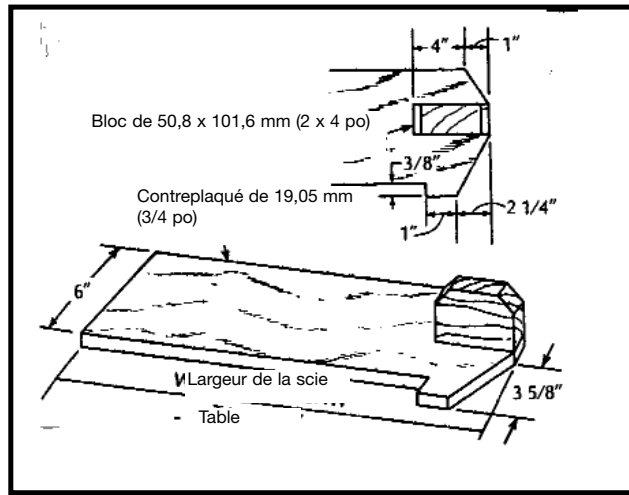

Fig. 43
3. Il peut être dangereux de scier des pièces étroites en long si cette opération n'est pas réalisée avec prudence. Les pièces étroites ne peuvent généralement pas être coupées lorsque le pare-main est en place. Si l'ouvrage est assez petit, utiliser un poussoir. Pour scier en long des pièces de moins de 5 cm (2 po) de largeur, un poussoir plat peut être un accessoire très utile étant donné que des bâtons ordinaires peuvent interférer avec le pare-main de la lame. En cas d'utilisation d'un poussoir, il faut ajouter la largeur du poussoir à la largeur du guide longitudinal pour le réglage de la position. Un poussoir plat peut être construit comme le montre la Fig. 43 et doit être utilisé comme le montre la Fig. 42.